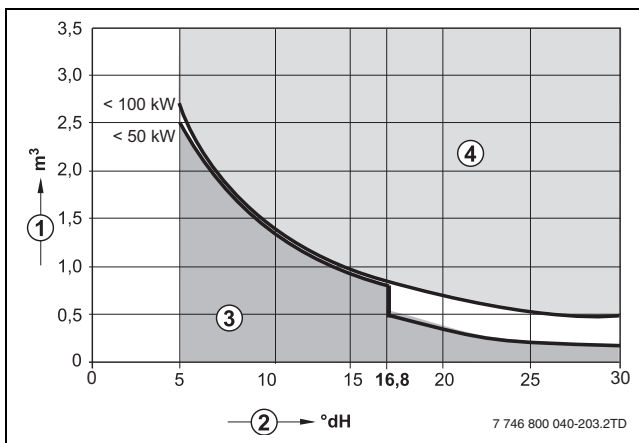

Fig. 8 Requisiti dell'acqua di riempimento per caldaie singole Logamax plus fino a 100 kW
- Utilizzare esclusivamente acqua di rubinetto non trattata (osservare il diagramma in fig. 8). Non è consentito l'impiego di acqua freatica (sotterranea).